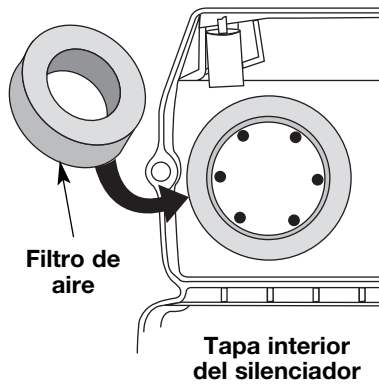

Fig. 15
2. Gire la tapa y ubique el filtro de aire adentro. Saque el filtro de aire de adentro de la tapa del filtro de aire / silenciador (Fig. 15).
6. Cambie el filtro de aire dentro de la tapa del filtro de aire / silenciador (Fig. 15).